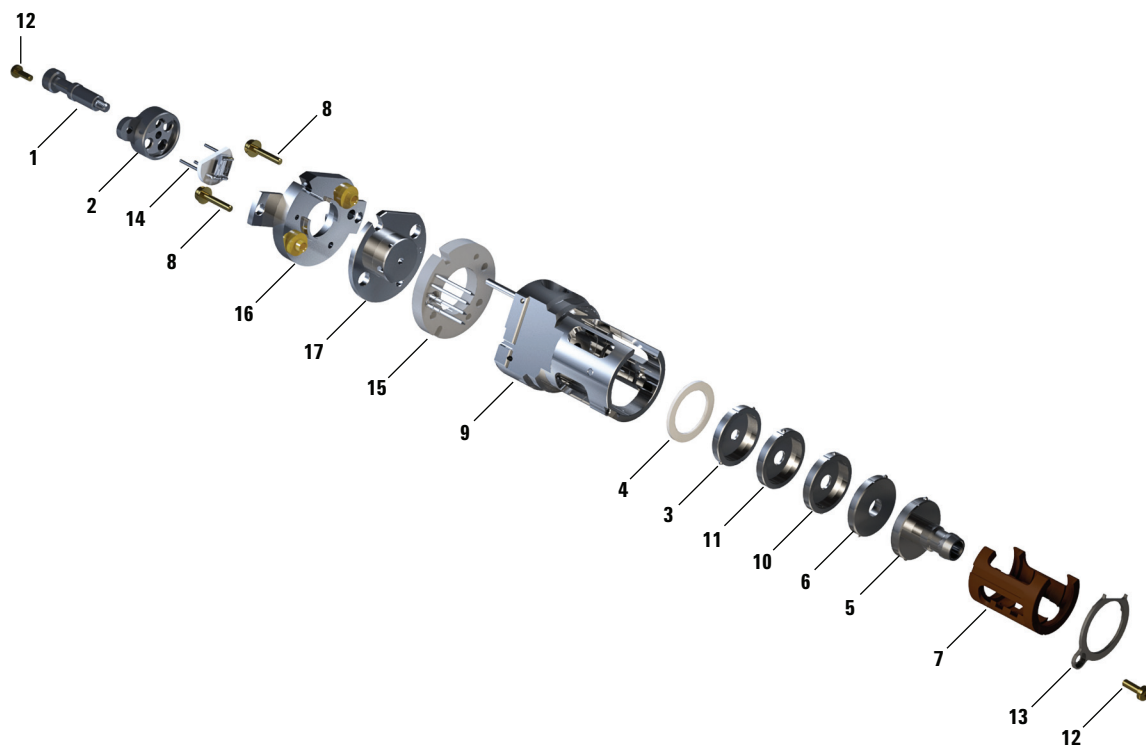

図 55 EI HES の組み立て
以下の手順を行う際には、図 55 の部品分解図および 168 ページの 表 20 の EI HES 部品リストを参照してください。
- 3 インシュレータに入ったレンズをイオン源本体に挿入します。(168 ページの図 55 を参照してください)。刻印された番号が、イオン源本体の端まで伸びる完全開口部の方に向きます。セラミックがイオン源本体の端に納まっていることを確認します。
表 20 EI HES の部品リスト (図 55)
表 20 EI HES の部品リスト (図 55) (続き)